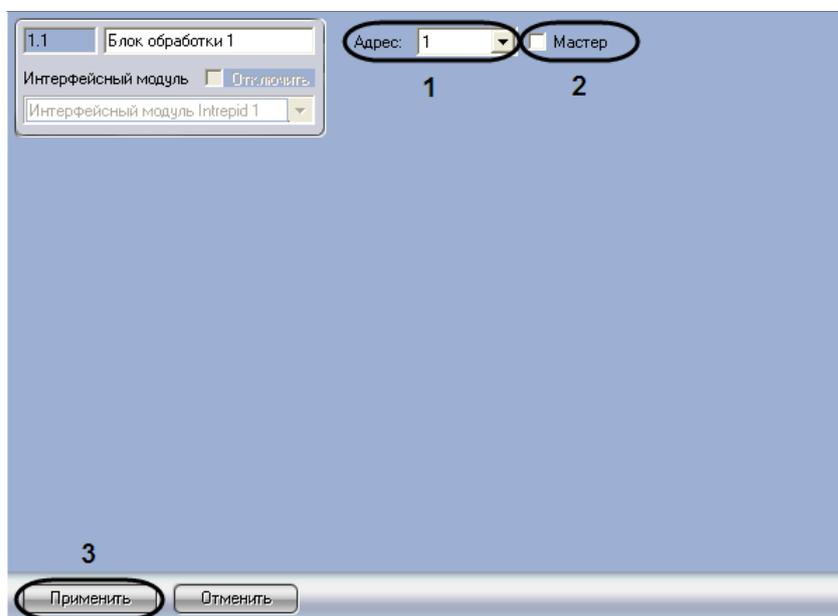

Рис. 2.5-2. Настройка объекта Блок обработки
1. Перейти на панель настройки объекта **Блок обработки** (Рис. 2.5-2).
2. Из списка **Адрес** выбрать локальный адрес процессорного модуля, заданный при настройке системы *Intrepid Micropoint* в программе «Site Manager» (см. Рис. 2.5-2, 1).
3. Установить флажок **Мастер**, если система *Intrepid Micropoint* подключена к Серверу *Интеллект* через данный процессорный модуль (см. Рис. 2.5-2, 2).
4. Для сохранения внесенных изменений нажать кнопку **Применить** (см. Рис. 2.5-2, 3).